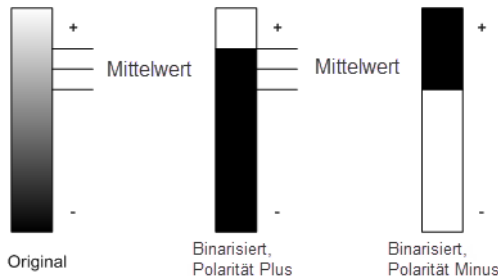

Abbildung 7-44 Polarität des Binarizers
- b) Ist das Kontrollkästchen **S/E** nicht ausgewählt und die **Polarität** (siehe Abbildung 7-44 auf Seite 403) auf *negativ* eingestellt, sortiert der Binarizer die Daten mittels folgendem Schwellenwert: